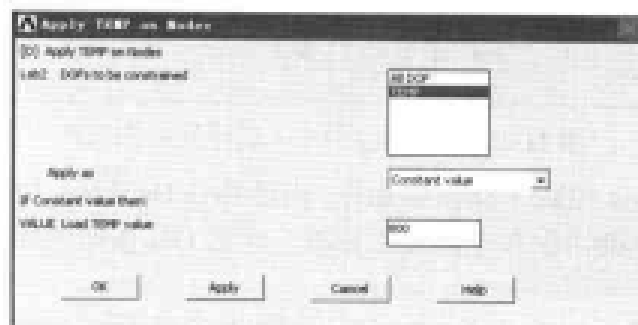

图 11-28 施加温度载荷对话框
(3) 选择 Utility Menu | Plot | Lines 命令，显示所有线段。
(4) 选择 Utility Menu | Select | Entities 命令，出现 Select Entities 对话框。在第 1 个下拉列表框中选择 Lines 选项，其余选项采用默认设置，单击 OK 按钮，出现 Select Lines 菜单，在文本框中输入 1, 2, 3, 4，单击 OK 按钮关闭该菜单。
(5) 选择 Utility Menu | Select | Entities 命令，出现 Select Entities 对话框。在第 1 个下拉列表框中选择 Nodes 选项，在第 2 个下拉列表框中选择 Attached to 选项，在第 3 个选项组中选 Lines 单选按钮，单击 OK 按钮关闭该对话框。
(6) 选择 Main Menu | Solution | Define Loads | Apply | Thermal | Temperature | On Nodes 命令，出现 Apply TEMP on Nodes 菜单，单击 pick all 按钮，出现 Apply TEMP on Nodes 对话框，在 Lab2 DOF to be constrained 下拉列表框中选择 TEMP 选项，在 VALUE Load TEMP value 文本框中输入 800，如图 11-28 所示，单击 OK 按钮关闭该对话框。